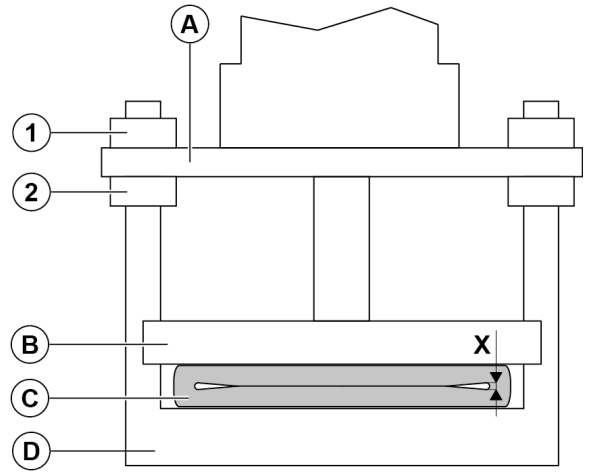

图16.
6. 用撬杆/弯铁将阀套的剩余部分扳过法兰(请参见图16)。